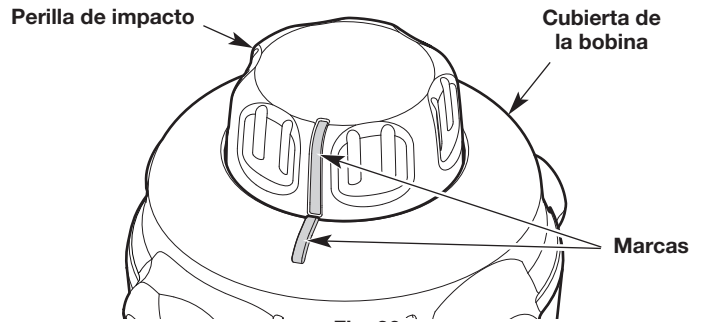

Fig. 26
- Gire la perilla de impacto para alinear la marca de la perilla de impacto con la marca de la cubierta de la bobina (Fig. 26).